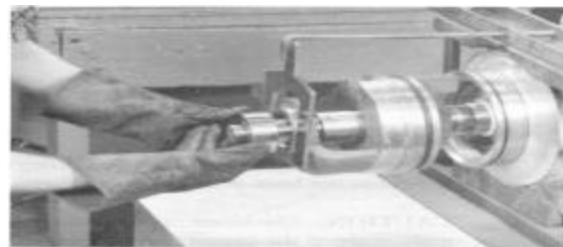

FIGURA 48 – INSTALACION DEL COJINETE DEL EJE
18. Utilizando guantes, deslice el cojinete caliente en el eje contra el soporte del eje. (Consulte la Figura 48).